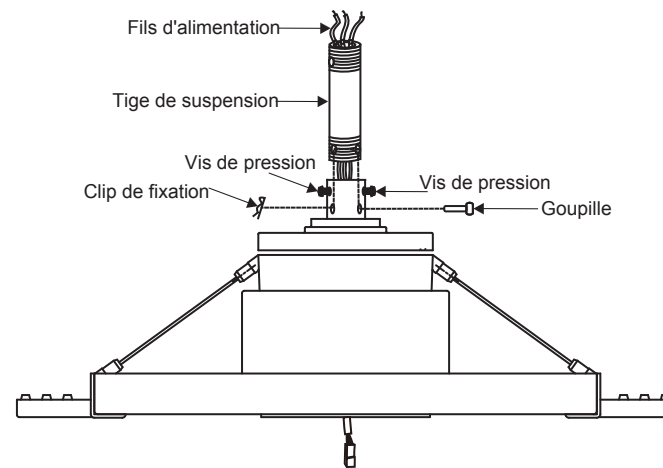

Fig. 9
Étape 6. Desserrez les deux vis de pression et enlevez la goupille ainsi que le clip de fixation de l'accouplement sur le dessus du moteur.(Fig. 9)
Remplacez ensuite la goupille et le clip de fixation. Serrez les deux vis de pression.(Fig. 9)